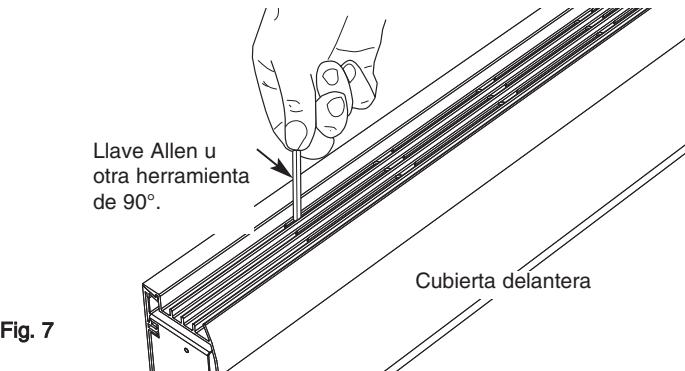

Fig. 7
**Nota: Más de una (1) fuente de energía podría ingresar al calefactor. Antes de limpiar o suministrar servicio de mantenimiento, verifique que toda energía que alimenta el calefactor está desconectada.**
- Para limpiar el interior del calefactor se requerirá el desmontaje de la cubierta delantera. Para desmontar la cubierta delantera, primero desenganche el seguro de cierre a presión trasero superior. Utilice una herramienta en forma de "L", tal como una llave Allen, para levantar debajo de la rejilla entre la hilera trasera de ranuras (vea la Fig. 7). Comience en cualquier extremo y levante la cubierta delantera hasta que la tensión en la cubierta desprenda el gabinete. Continúe moviéndose a todo lo largo del calefactor hasta que la cubierta se suelte.